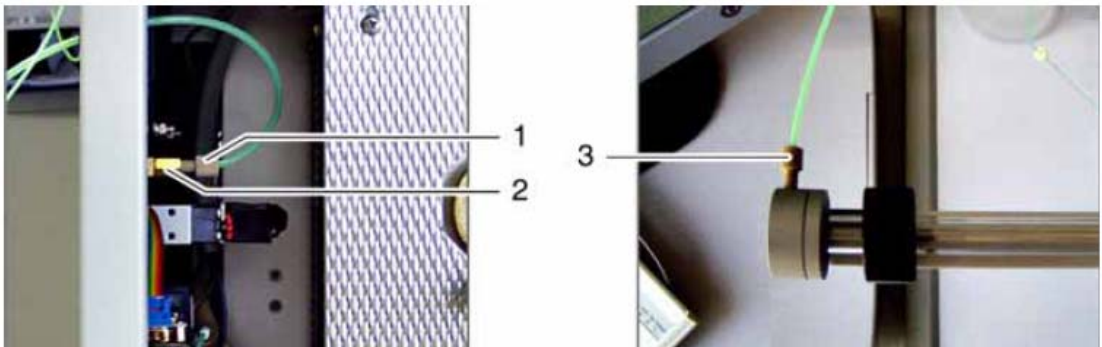

图 104 阀门的导管（30）和固体测定模块接头
8. 将管道（30）与阀门接头连接（图 104）。
将管道（30）另一端连接到固体测定模块的接头（图 104）。